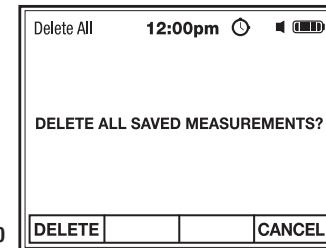

Fig. 20
- Pulse la tecla de función F1 DELETE para borrar TODAS LAS MEDICIONES GUARDADAS (Fig. 20).
- Pulse el botón de función F4 CANCEL para volver a mediciones sin borrar (Fig. 20).